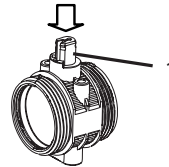

Fig. 16
Para reemplazar el eje, éste debe ser forzado como en la Fig.16. Una vez que el eje esté fuera (1) se podrán cambiar las juntas (7). Recordar que una presión excesiva en el porta-juntas puede afectar al funcionamiento y dañar la válvula.